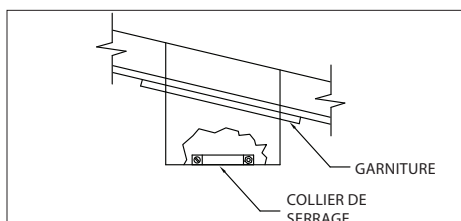

Figure 23
**8.** Placer le collier de serrage (fourni comme composant de la boîte de support) autour du dessus de l'ouverture au fond du boîtier de support (Figure 23).